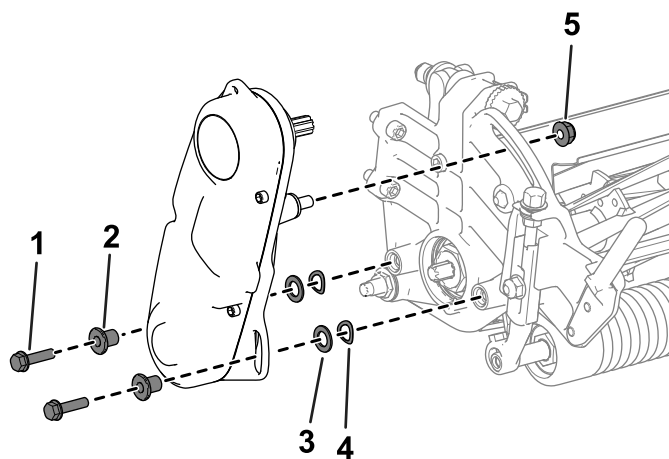

Figura 43
2. Retire las fijaciones que sujetan el conjunto de transmisión del molinete a la chapa lateral (Figura 43).
3. Retire el conjunto de transmisión del molinete, las arandelas planas, las arandelas elásticas y los espaciadores de la placa lateral (Figura 43).